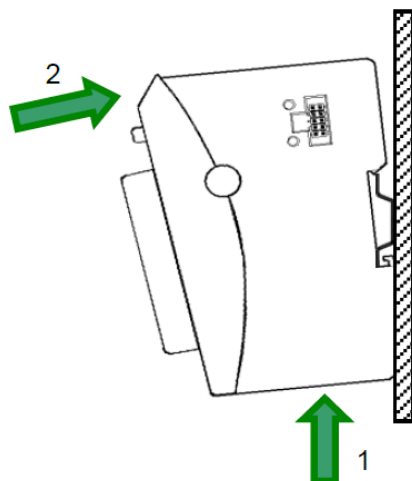

Рисунок 7.2.1 — Монтаж на DIN-рейку
- Нажать на модуль снизу, чтобы сжать установленную в креплении пружину (поз. 1 на рис. 7.2.1).
- Нажать на модуль в верхней части до тех пор, пока он не зафиксируется на DIN-рейке (поз. 2 на рис. 7.2.1).